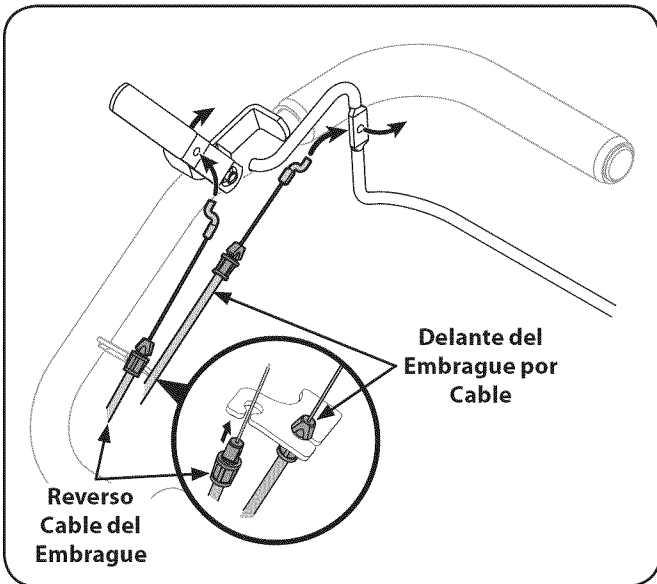

Figure 3-3
- Coloque el Z-conector en el agujero en la barra del embrague hacia delante desde la parte exterior de la fianza pulg. Vea la Fig. 3-3.
- Cuidadosamente desenvolver el cable del embrague inversa (montaje final Roja) de su posición de envío. Tirar del cable a través del agujero superior del soporte del cable y empuje el conector del cable a través del orificio hasta que la ranura en el conector encaje en su lugar. Véa la Fig. 3-3.
- Coloque el Z-conector en el agujero de la manija de embrague inversa desde el interior de la manija en el interior. Véa la Fig. 3-3.